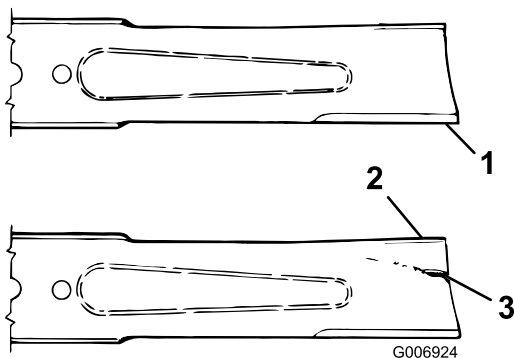

Figura 101
3. Examine cuidadosamente los extremos de corte de la cuchilla, sobre todo en el punto de reunión entre la parte plana y la parte curva de la cuchilla (Figura 101).
4. Si se aprecia desgaste (Figura 101), cambie la cuchilla; consulte Mantenimiento del plano de la cuchilla (página 73).
Si se permite que la cuchilla se desgaste, se formará una hendidura entre la vela y la parte plana de la cuchilla (Figura 101). Con el tiempo, una parte de la cuchilla puede desprenderse y ser arrojada desde debajo de la plataforma, por lo es posible que le provoque lesiones graves a usted o a otra persona.